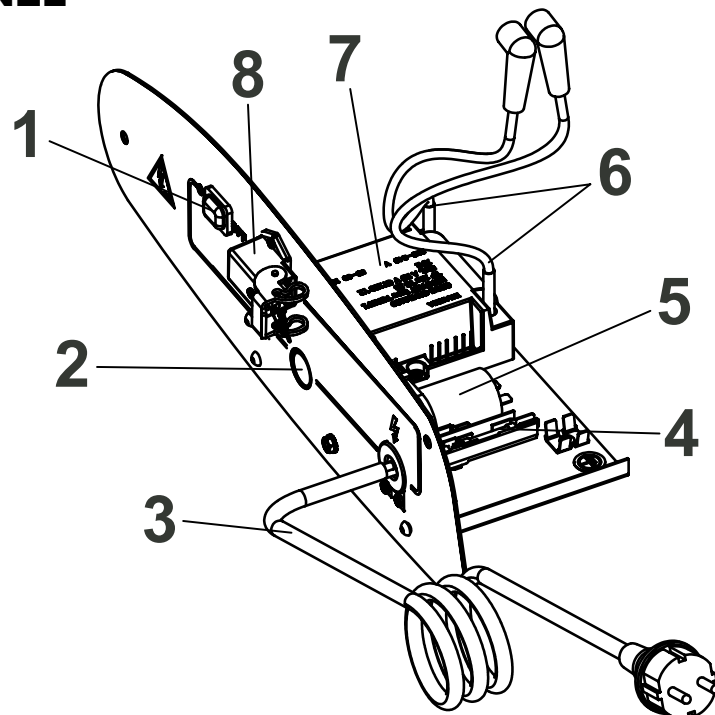

Fig. 2
- Nastaviť vypínač 1 (Fig. 2) do polohy ON, čím sa zapne ventilátor a po niekoľkých sekundách sa začne spaľovanie.
Pri prvom použití prístroja alebo po úplnom vyprázdnení olejovej sústavy môže nastať oneskorenie v prítoku oleja do trysky, čo vyvolá reakciu signalizácie kontroly horenia plameňa, ktorá vypne generátor. V takomto prípade počkajte 1 minútu a stlačte tlačidlo manuálneho spúšťania a zariadenie sa spustí znovu 2 (Fig. 2).
2. Stlačte tlačidlo manuálneho spúšťania 2 (Fig. 2);
Zariadenie vypnete z prevádzky posunutím vypínača 1 (Fig. 2) do polohy „OFF“. Plameň zhasne a ventilátor sa bude naďalej otáčať pokiaľ sa úplne neochladí spaľovacia komora.
Generátor je vybavený elektronickým systémom kontroly horenia plameňa. Ak tento systém zaznamená jednu alebo niekoľko nepravidielností prevádzky zablokuje prístroj a rozsvieti sa kontrolka manuálneho spúšťania 2 (Fig. 2).